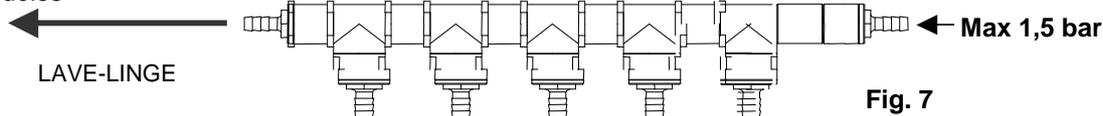

Fig. 7
- raccorder la sortie du kit de fluxage au lave-linge avec un tuyau  $\varnothing$  8 mm (il est possible d'effectuer un branchement avec un tuyau  $\varnothing$  16 mm en remplaçant le raccord sur la sortie, fourni dans le kit avec l'appareil). (Fig.7)